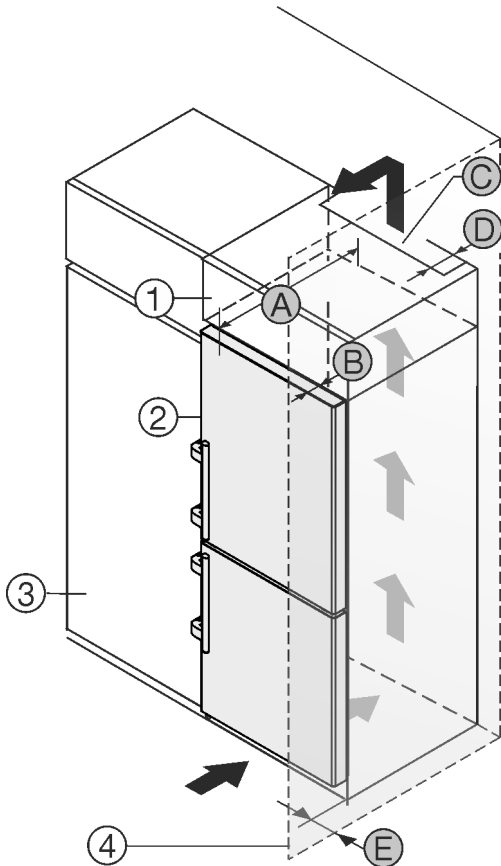

Fig. 2
- (1) 附加柜 \*
- (2) 冰箱 \*
- (3) 餐具柜 \*
- (4) 墙壁 \*
- (A) 冰箱深度 \*
- (B) 门深度 \*
- (C) 通风横截面 \*
- (D) 冰箱背面间距 \*
- (E) 到冰箱侧面的间距 \*
您可以将冰箱直接放置在餐具柜 Fig. 2 (3) 旁边。\*
在附加柜背面必须有一个竖风道，其深度 Fig. 2 (D) 应超过整个附加柜宽度。\*
盖板下必须保有通风横截面 Fig. 2 (C)。\*
如果将带铰链的冰箱放置在墙壁 Fig. 2 (4) 边，冰箱和墙壁必须至少相距 57 mm。这取决于冰箱门打开时把手与墙壁的距离。\*
为了能完全打开门，冰箱必须凸出橱柜正面一定门深度 Fig. 2 (B)。根据餐具柜 Fig. 2 (3) 的深度，使用壁距调整垫片可以使冰箱更为凸出。\*